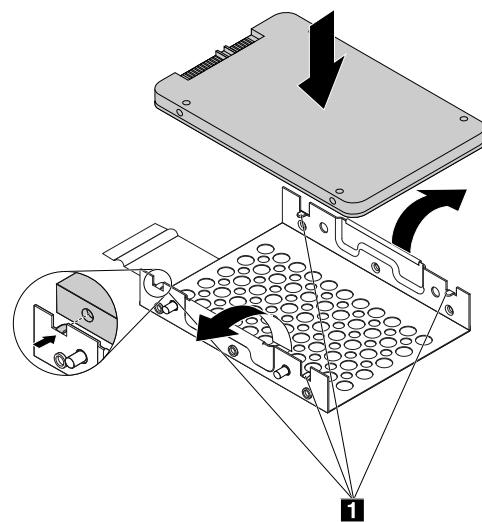

图 65. 将存储驱动器装入转换装置的金属支架中
- 将新的存储驱动器装入转换装置中。请参阅第 92 页图 65 “将存储驱动器装入转换装置的金属支架中”。